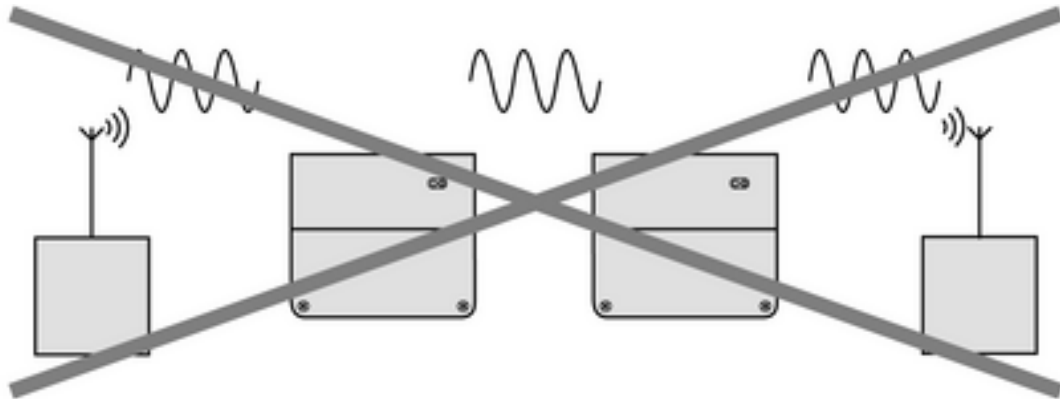

Bild 4
- i** Keine Kaskadierung der Repeater möglich, d. h. von einem Repeater gesendete Telegramme werden von einem anderen Repeater nicht wiederholt (Bild 4).